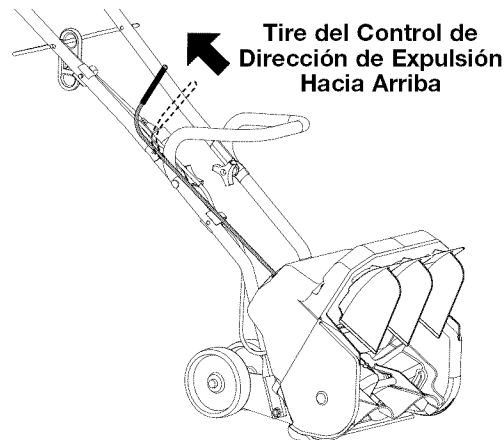

Fig. 7
2. Agarre firmemente el mango del Control para Dirección de Expulsión y hale hacia arriba. Eso suelta la varilla, la cual es accionada por un resorte, de la ranura de dirección de expulsión actual y permite el movimiento libre (Fig. 7).